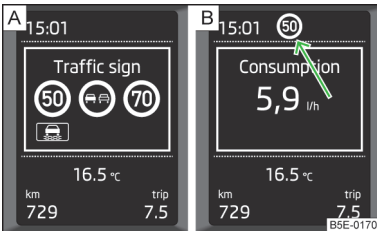

Abb. 145
- Wird der Menüpunkt mit der Verkehrszeichenerkennung gerade nicht angezeigt, wird das Verkehrszeichen mit der Geschwindigkeitsbegrenzung im oberen Displaybereich des Kombi-Instruments » Abb. 145 auf Seite 155 -  angezeigt.